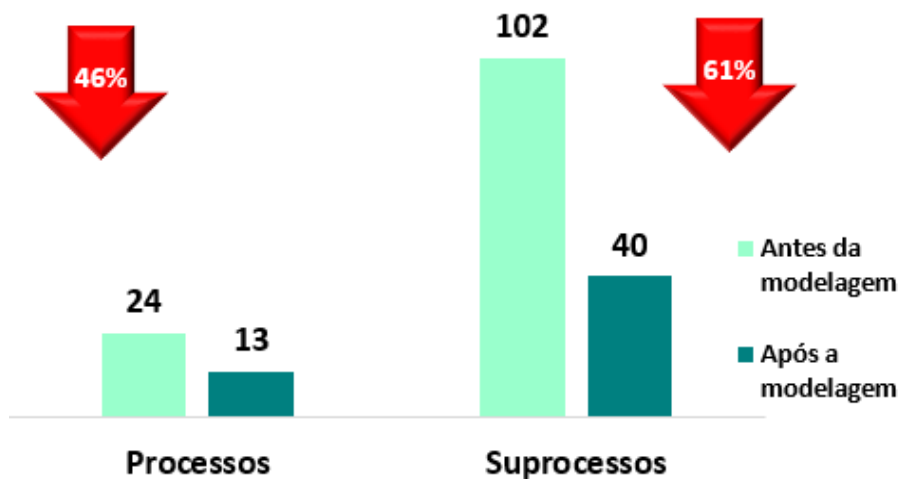

Figura 9: Resultados da modelagem dos processos.
- Identificação dos processos ponta a ponta do escopo do Projeto SiiS, com a redução de 24 para 13 processos e de 102 para 40 subprocessos do escopo Administrativo Financeiro, tornando o entendimento da integração mais claro e fácil, e alinhado com as práticas de mercado, conforme Figura 9;